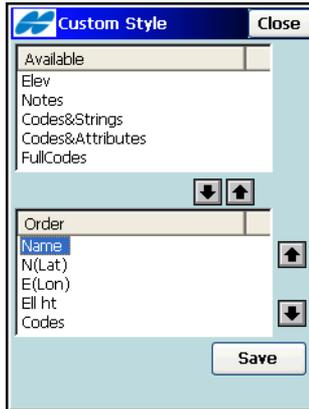

Abbildung 5-32. Benutzerformat
So passen Sie das Dateiformat an: Geben Sie die Datenreihenfolge im Fenster *Benutzerdef.* an (Abbildung 5-32 auf Seite 5-24).
2. Wählen Sie Einträge in der Liste *Verfügbar* und tippen Sie auf den Rechtspfeil, um sie in die Liste *Reihenfolge* zu verschieben (Abbildung 5-32 auf Seite 5-24).